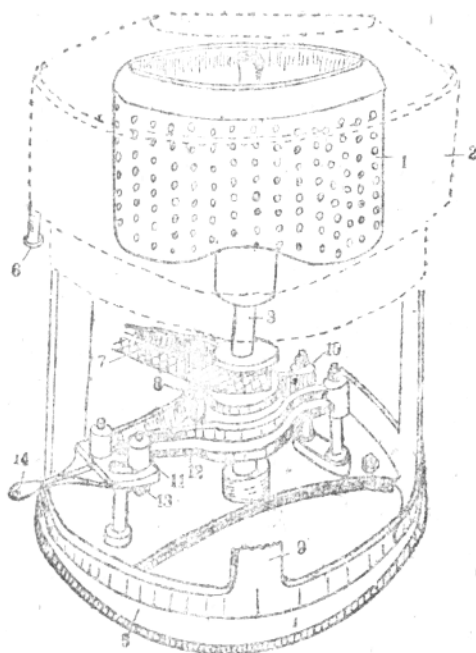

图2 脱水机
2. 脱水机: 脱水机的结构如图 2。由马达带动皮带 7, 轴心 3 在皮带 7 的摩擦拉动下就转动起来, 因为内筒 1 和轴心 2 是一体, 因此内筒也就转动起来了。
刹车装置如图 2, 依靠 11 左右移动, 使 13 在 11 的槽中滑动, 因此 12 随着 13 的滑动位置的不同, 两条夹铁 12 依 10 为转动点, 离开轴心或紧紧压着轴心。13 在图 3 所示的黑点①位置时, 由于两点距离近, 使两条夹铁 12 紧紧压着轴, 轴心因
① 黑点位置是人用力推动 14, 使 11 向一面移动; 当人工不推动 14 时, 14 由于弹簧的拉力恢复原来位置, 此时 13 就在白点位置。